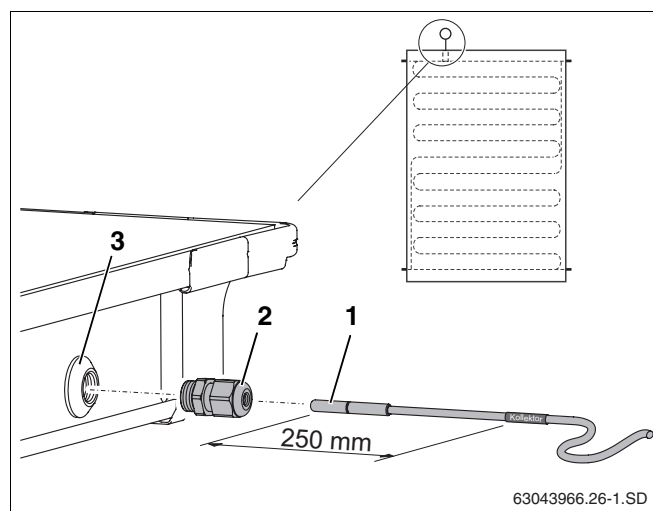

Fig. 32 Insérer la sonde dans le capteur
Pour que l'installation solaire fonctionne parfaitement, il est nécessaire d'insérer la sonde (fig. 32, **pos. 1**) jusqu'à la butée (correspond à env. 250 mm) dans le conduit.
- Percer la couche d'étanchéité de la gaine de sonde à l'aide de la sonde ou du tournevis (fig. 32, **pos. 3**).
- Visser l'écrou-raccord (fig. 32, **pos. 2**) dans la gaine de sonde.
- Visser l'écrou-raccord (fig. 32, **pos. 2**) à fond, si nécessaire pousser contre.
Si vous avez percé la gaine de sonde (fig. 32, **pos. 3**) d'un autre capteur, il faut l'étanchéifier avec le bouchon du kit de raccordement. Auparavant retirez, à l'aide du raccord de câbles (fig. 32, **pos. 2**), l'écrou qui se trouve dans la gaine de sonde.